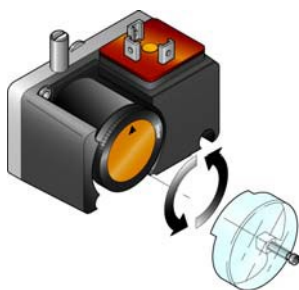

Рис. 19
- Отрегулировать реле минимального давления газа (Рис. 19) на начало шкалы.